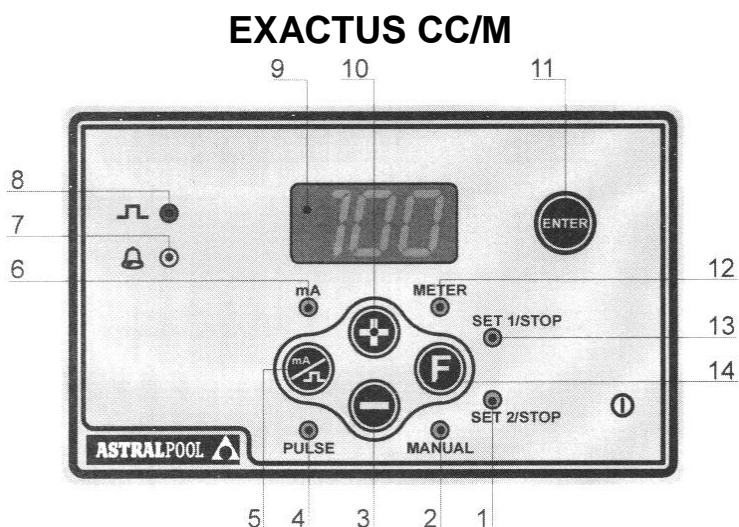

Рис. 16
8.1 – ОРГАНЫ УПРАВЛЕНИЯ НАСОСА (рис. 16)
8.6 - РЕЖИМ УСТАНОВКИ ПАРАМЕТРОВ (рис. 16)